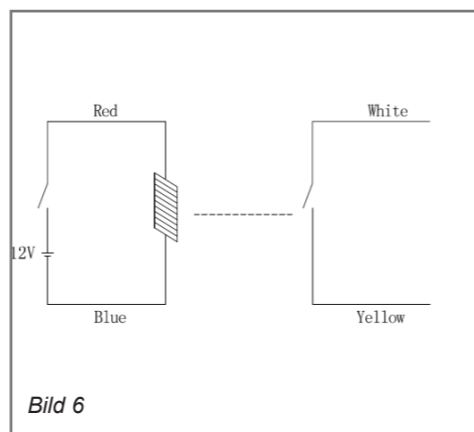

Bild 6
- Fällt die Spannung an der Magnetspule ab, fährt der Verriegelungsstift ein und der Ladestecker ist entriegelt. Entnehmen Sie den Ladestecker aus der Ladesteckdose (siehe Bild 6).